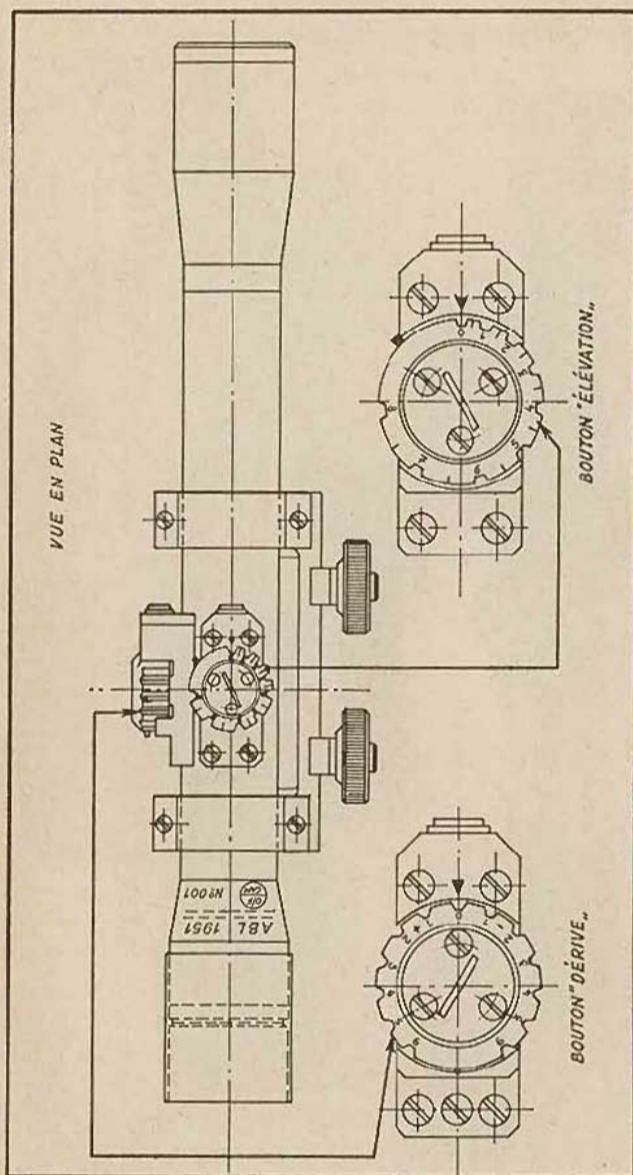

Fig. No 85 - LUNETTE DE POINTAGE (vue en plan)
- (1) LE BOUTON DE HAUSSE (voir fig. No 85) comporte un repère «O» et 8 crans correspondants aux distances de 100 à 800 mètres. Les traits intercalaires indiquent les subdivisions des 50 mètres.
- (2) LE BOUTON DE DÉRIVE (voir fig. No 85) sert à corriger les erreurs en direction ou à corriger l'influence des vents latéraux.